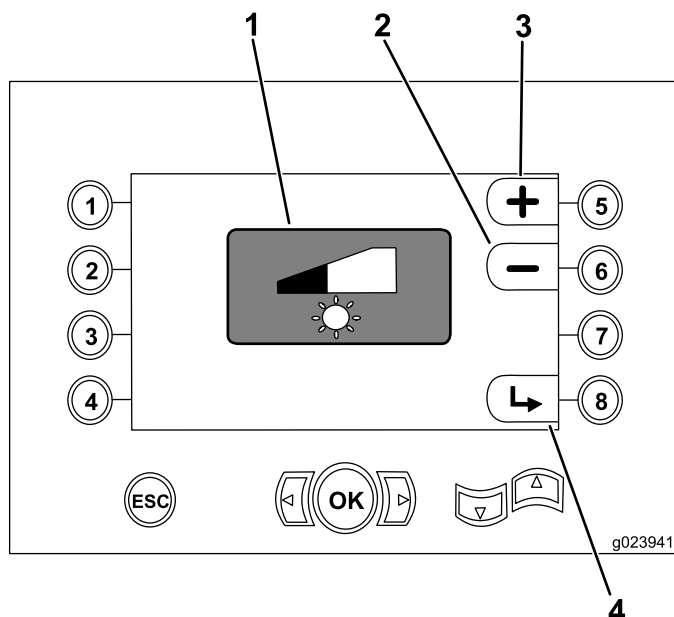

Figure 36
- Bouton 5 – Augmentation de la luminosité de l'affichage (Figure 36)
- Bouton 6 – Réduction de la luminosité de l'affichage (Figure 36)